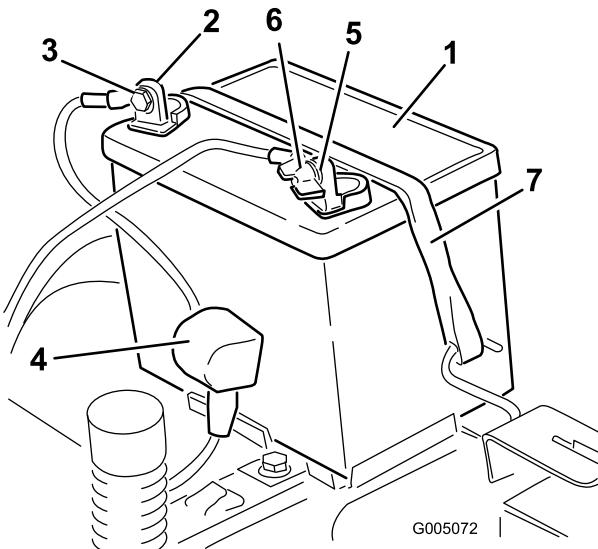

Figura 39
4. Desligue o cabo negativo (preto) do pólo da bateria (Figura 39). Guarde todos os parafusos e porcas.
5. Deslize a cobertura de borracha para cobrir o cabo positivo (vermelho). Desligue o cabo positivo (vermelho) do pólo da bateria (Figura 39). Guarde todos os parafusos e porcas.
6. Retire o suporte da bateria (Figura 39) e levante a bateria para a retirar da respectiva plataforma.
1. Posicione da bateria no tabuleiro (Figura 39).
5. Prenda a bateria ao suporte (Figura 39).